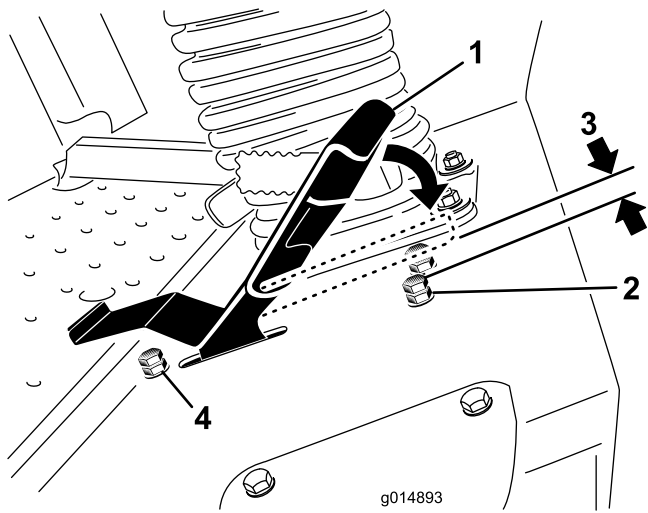

Figure 51
3. Desserrez l'écrou de blocage sur le boulon d'arrêt de la pédale de déplacement (Figure 51).